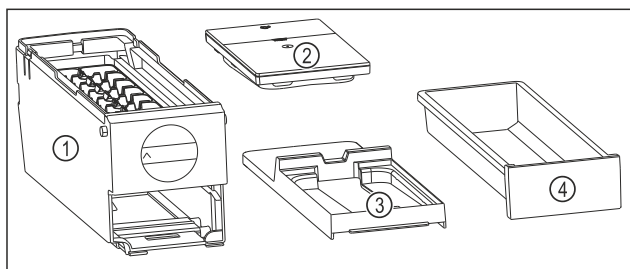

Fig. 107 Bestanddelen van de EasyTwist-Ice
- EasyTwist-Ice is in vier delen gedemonteerd. (zie Fig. 107)
- EasyTwist-Ice alleen in afgebeelde bestanddelen demonteren. (zie Fig. 107)
- EasyTwist-Ice-corpus Fig. 107 (1) als geheel reinigen.